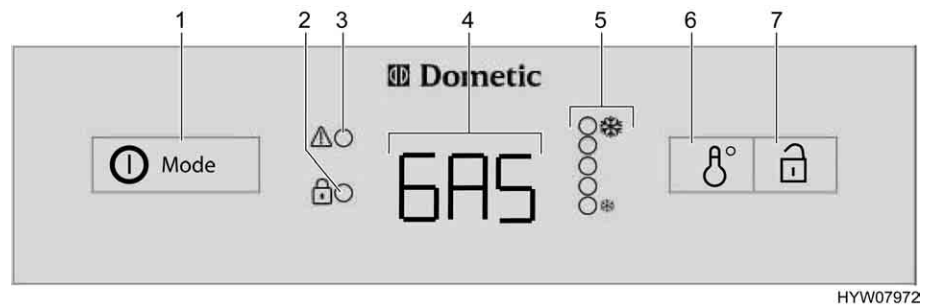

Fig. 235 Boutons de commande pour le réfrigérateur (Dometic Série 8 avec AES)
En cas de dysfonctionnement, l'indicateur DEL de dysfonctionnement "⚠" (Fig. 235,3) clignote.
Lorsque le mode automatique est sélectionné, qu'**aucune** tension 230 V n'est branchée et que le moteur du véhicule est à l'**arrêt**, l'AES choisira automatiquement l'alimentation en gaz. Dès que le fonctionnement au gaz est activé, la veilleuse de sécurité s'ouvre automatiquement, de sorte que le gaz peut arriver au brûleur. En même temps, l'allumage électronique est connecté. Si la flamme s'éteint, p. ex. en raison d'un courant d'air, l'allumage s'active automatiquement et rallume le gaz. En cas de dysfonctionnement du régime au gaz, le texte "GAS" clignote dans le voyant de contrôle (Fig. 235,4).
Lorsque le réfrigérateur est mis en marche, il choisit automatiquement la température moyenne du thermostat. Ce réglage peut cependant être corrigé manuellement à l'aide d'interrupteur réglage de la température (Fig. 235,6). Les indicateurs DEL (Fig. 235,5) indiquent le réglage du thermostat sélectionné. La température de réfrigération de tous les trois types d'énergie est réglée par le même interrupteur. Il faudra attendre quelques heures jusqu'à ce que le réfrigérateur ait atteint sa température normale de réfrigération. Il garde toutefois son réglage de température lorsqu'on change d'un mode à un autre. La température de réfrigération est maintenue indépendamment du type d'énergie choisi.
- Appuyer sur le commutateur/sélecteur de source d'énergie (Fig. 235,1) pendant 2 secondes pour mettre l'appareil en marche. Le dernier mode de fonctionnement sélectionné est indiqué dans le voyant de contrôle (Fig. 235,4).
- Choisir le type d'énergie à l'aide du commutateur/sélecteur de source d'énergie (Fig. 235,1).
- Régler la température de refroidissement sur l'interrupteur de réglage de la température (Fig. 235,6). Les indicateurs DEL (Fig. 235,5) indiquent le réglage du thermostat sélectionné.
- Appuyer pendant 2 secondes sur le commutateur/sélecteur de source d'énergie (Fig. 235,1). Tous les indicateurs s'éteignent.